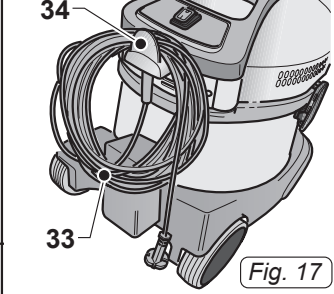

Fig. 17
- Avvolgere il cavo (33 Fig.17) e agganciarlo nell'apposita sede (34 Fig.17).